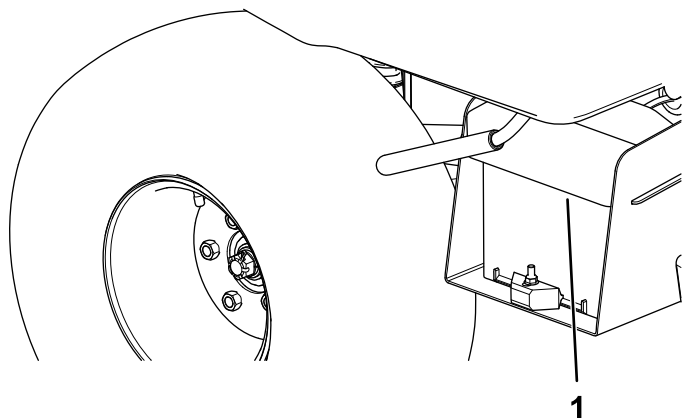

Figura 4
1. Strângeți capacul bateriei pentru a elibera proeminențele de la baza bateriei (Figura 4).
2. Îndepărtați capacul bateriei de la baza acesteia (Figura 4).
6. Aliniați capacul bateriei la baza acesteia (Figura 4).
7. Strângeți capacul bateriei, aliniați proeminențele la baza bateriei i eliberați capacul bateriei (Figura 4).